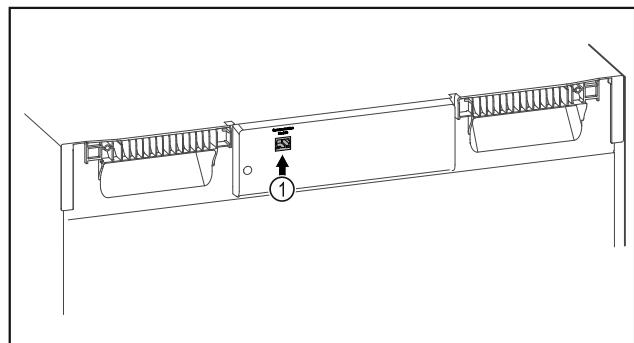

Fig. 114
- Está SmartModule Fig. 114 (1).